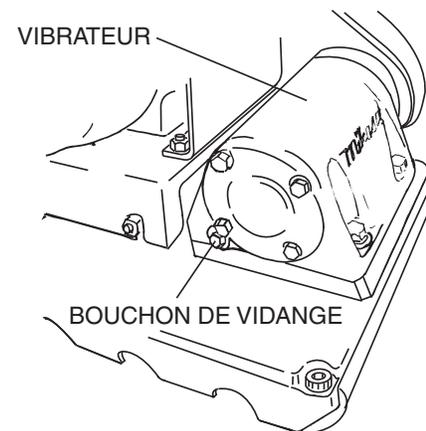

Figure 10. Vérification de l'huile du vibreur
2. Vérifier le niveau d'huile du vibreur en retirant le bouchon d'huile (jauge d'huile du vibreur) comme indiqué dans Figure 10. Nettoyer la jauge d'huile et refermer le bouchon. Retirer à nouveau la jauge d'huile et vérifier que le niveau d'huile ne dépasse pas la hachure croisée du bouchon d'huile. **NE PAS TROP REMPLIR !**